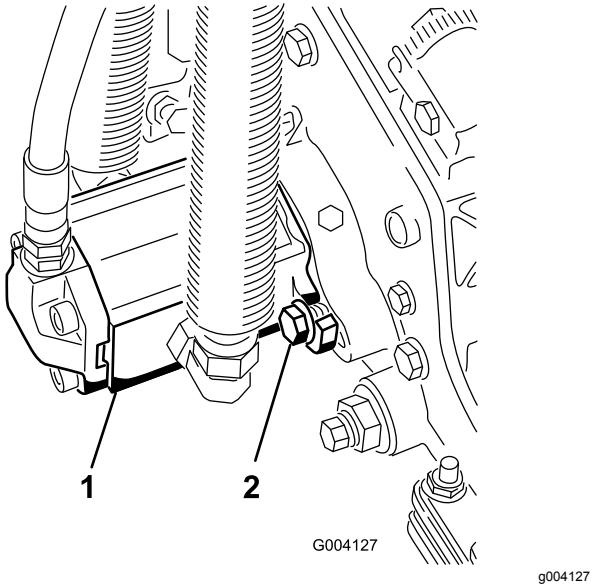

Figura 14
16. Instale o motor rodando-o no sentido dos ponteiros do relógio de forma a que as flanges do motor se afastem dos parafusos (Figura 14). Rode o motor no sentido contrário aos ponteiros do relógio até que as flanges envolvam os parafusos e apertem os parafusos.